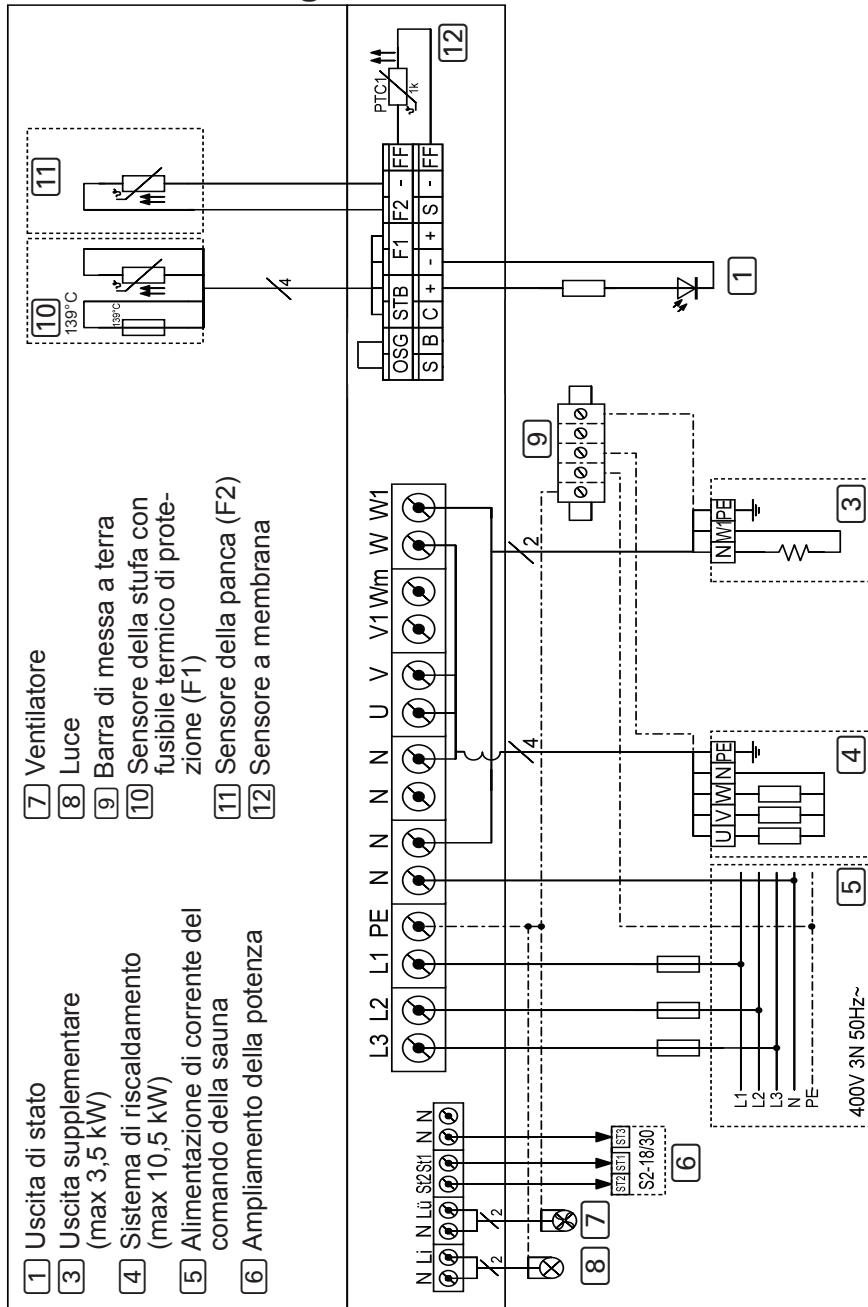

Fig. 5 Schema di collegamento
- Osservare lo schema di collegamento (**Fig. 5**) a pagina **23**.